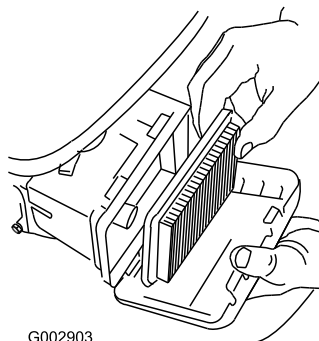

Bild 41
3. Entfernen Sie den Luftfilter (**Bild 41**).